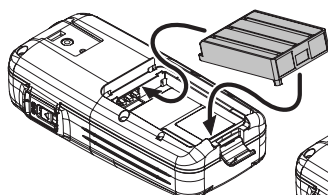

FIGURA 2
- ☐ Girar la caja de baterías **FBA-44**, introducir la caja de baterías **FBA-44** en el compartimento de las baterías, de manera análoga a la de la instalación de la **FNB-122LI** (Figura 2).